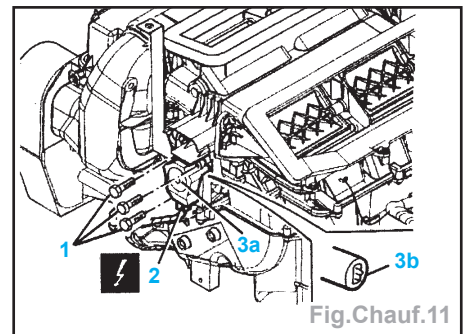

Fig.Chauf.11
- les vis (1), déconnecter la prise (2),
- le moteur (3a) et retirer sa prise (3b) (Fig.Chauf.11),